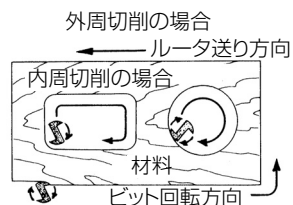

図 13
- (2) ビットは時計方向(ベースの矢印方向)に回転します。ルータの送り方向は図 13 の方向に合わせて、ご使用ください。滑らかな切削面が得られます。